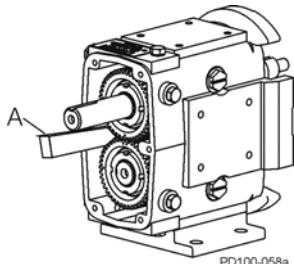

Figura 91 - Bloqueie a rotação do eixo
4. Use um bloco de madeira ou de náilon (Figura 91, item A) para impedir que os eixos girem. Se um bloco não estiver disponível, use panos para bloquear as engrenagens ou, com um rotor no eixo, bloqueie o rotor com um pino de náilon.